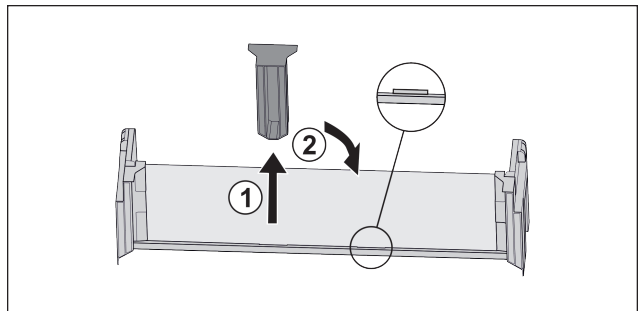

Fig. 90
- ▶ Middelste vasthoudeel lostrekken Fig. 90 (1).
- ▶ Middelste vasthoudeel in tweede positie inzetten Fig. 90 (2).